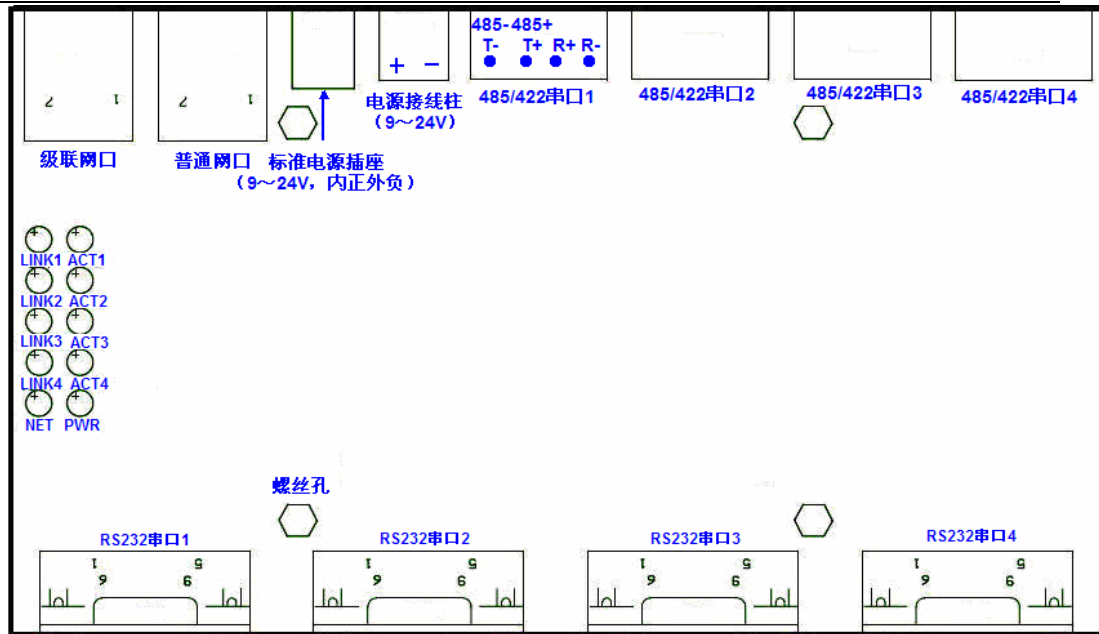

图 2 ZLSN5400 正面图
ZLSN5400 的正视图如图 2 所示。
- a) 485/422 串口: 作为 485 使用时只需连接其中的 2 根线, 作为 422 使用时, 应连接 4 根线。线序如图 2 所示。